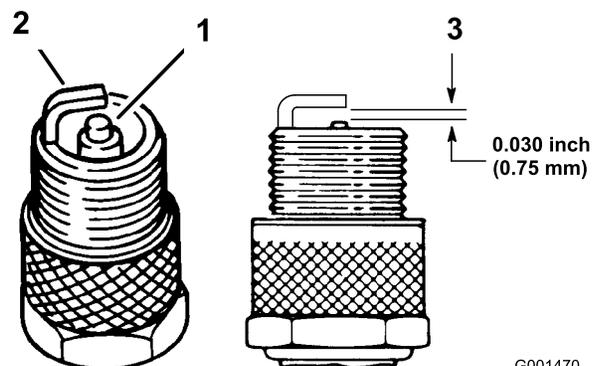

Figure 30
1. Examinez le centre des bougies (Figure 30).
3. Contrôlez l'écartement entre l'électrode centrale et l'électrode latérale (Figure 30).
Remarque: Courbez l'électrode latérale (Figure 30) si l'écartement est incorrect.
3. Branchez les fils aux bougies (Figure 30).